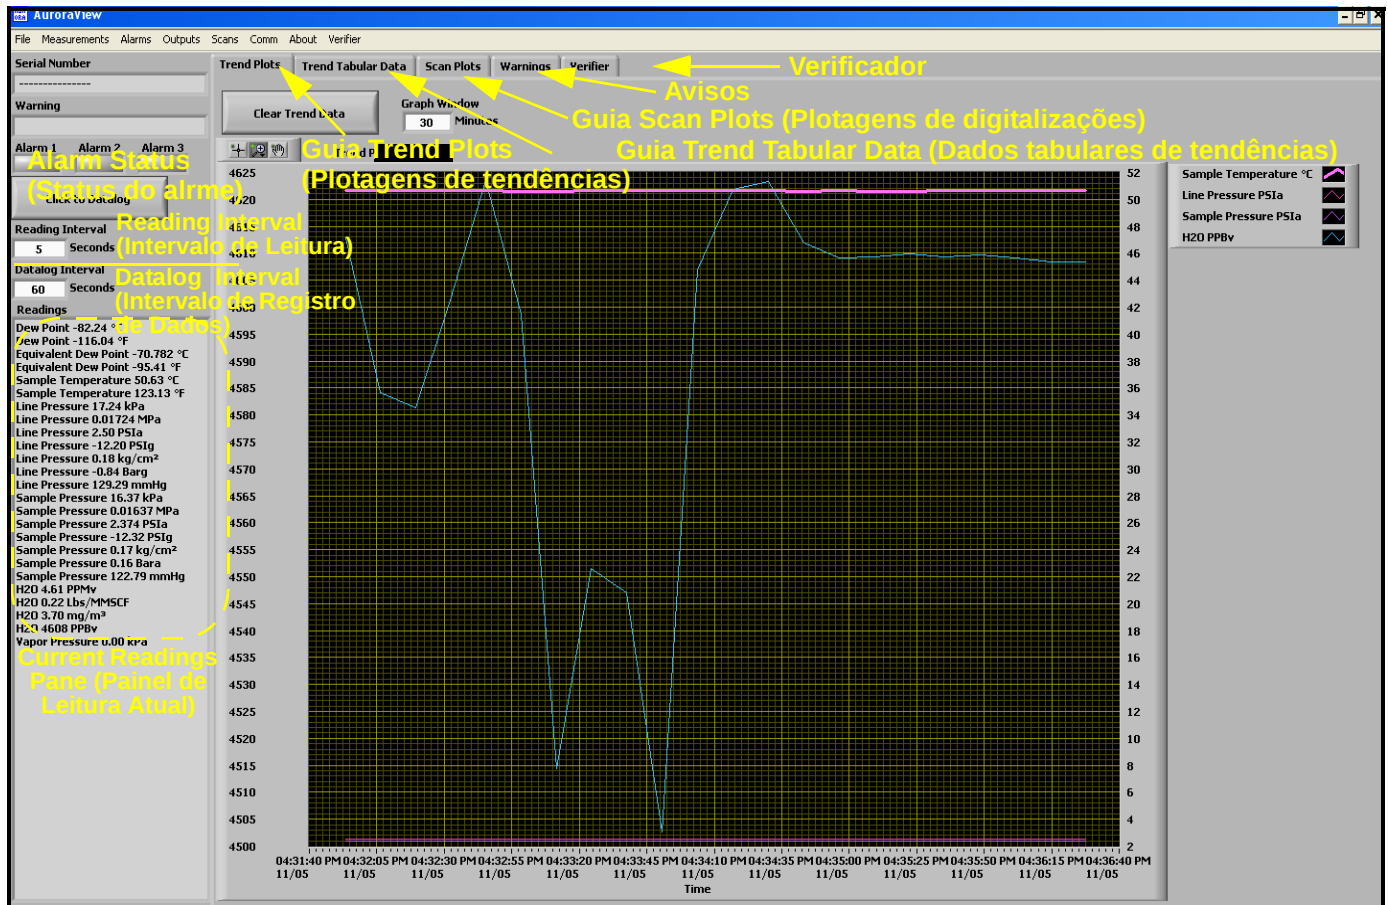

Figura 37: Tela Principal do AuroraView
2. O AuroraView iniciará e exibirá uma tela semelhante ao Figura 37.